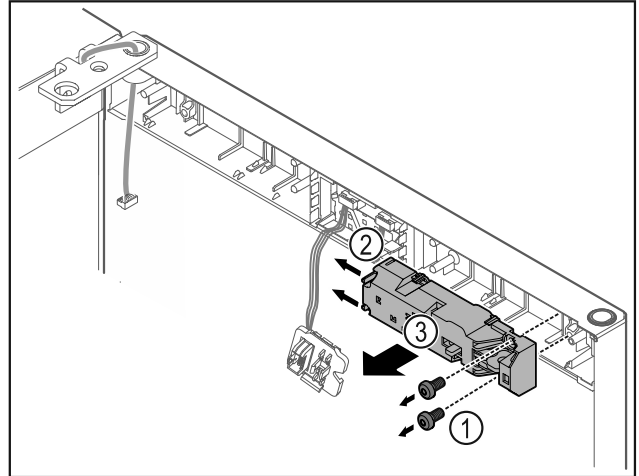

Fig. 13
- Retirer les vis Fig. 13 (1).
- Pousser les ergots sur le côté Fig. 13 (2) et retirer la serrure électrique Fig. 13 (3).